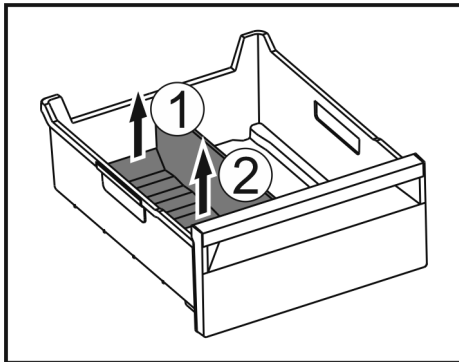

Fig. 67
- ▶ Achterste deel van de ijsvak-scheider optillen. Fig. 67 (1)
- ▶ Ijsvak-scheider er naar boven toe uitnemen. Fig. 67 (2)